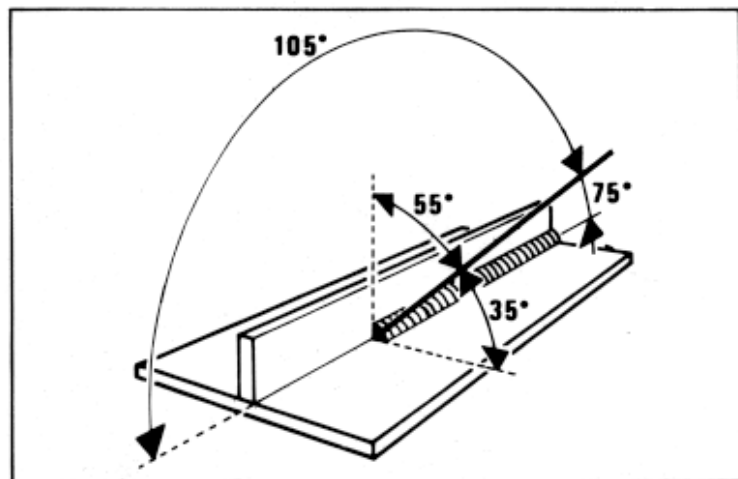

Fig. 5
- Positionner le pommeau (50) sur «continu», puis régler la tension de soudage à l'aide du bouton du commutateur rotatif (12).
- Pour une correcte inclinaison de soudage, se référer à la figure 5.
- N.B. Pour l'inclinaison de la torche et la direction de soudage conseillées, se référer à la figure 5.